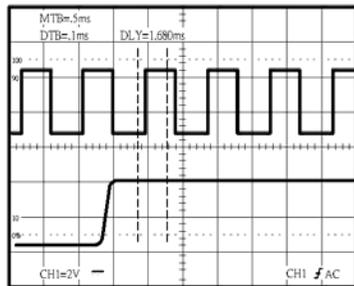

图 5-9 ALT 模式
- 2.设定 MAIN/ALT/DELAY 钮到 ALT 模式，将 DELAY TIME/DIV 时间文件位的控制钮设定在放大的位置。以下图 5-9 所示，主扫描和延迟扫描同时出现在窗口屏幕上。